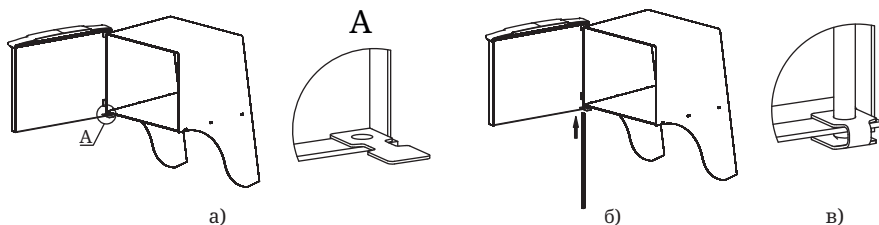

Рисунок 11. Установка дверцы при монтаже печи
2. Установите дверцу на втулки топливного канала, совместив отверстия (рисунок 11.а);
3. Совместите отверстие упора с нижним отверстием каркаса, при этом упор должен располагаться внутри каркаса (рисунок 11а);
3. Вставьте ось через отверстия снизу вверх (рисунок 11.б),
4. Подогните упор, фиксируя конец оси между площадками упора (рисунок 11.в).